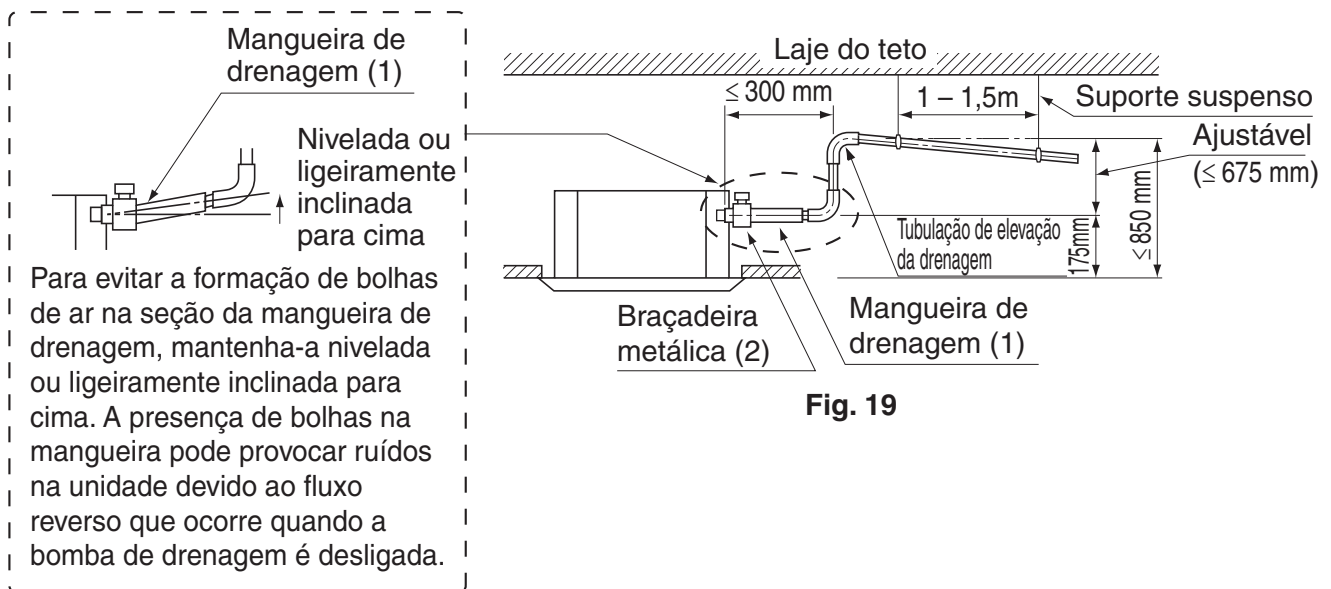

Fig. 19
(1) Tubulação de drenagem do equipamento.
- Se a tubulação de drenagem não puder ser inclinada de forma satisfatória, execute a tubulação de elevação do dreno. (Consulte a Fig. 19)